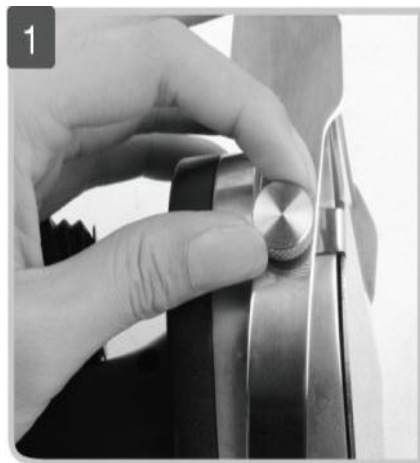

Рис.5 Снятие стопорных винтов
2. Открутить два стопорных винта. Смотри рис. 5